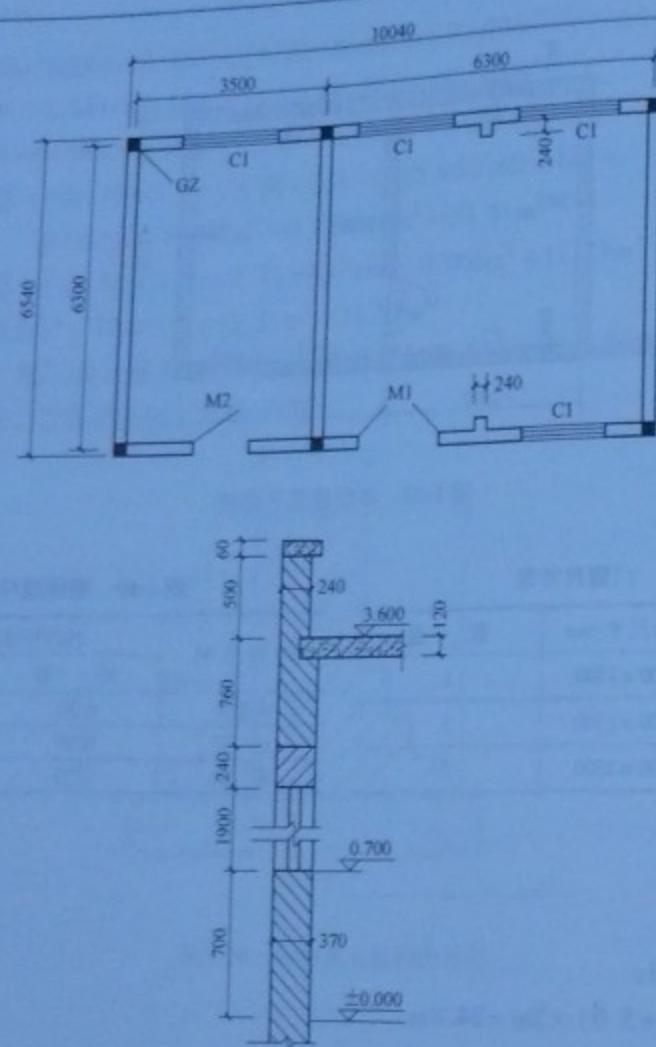

图 1-38 某单层建筑物示意图
**【例 1-38】** 某单层建筑物如图 1-38 所示，墙身为 M2.5 混合砂浆砌筑标准黏土砖，内外墙厚均为 370mm，混水砖墙。GZ，370mm × 370mm 从基础到板顶，女儿墙处 GZ，240mm × 240mm 到压顶顶面，梁高 500mm，门窗洞口全部采用砖平碹过梁 M1 为 1600mm × 2800mm；M2 为 1200mm × 2800mm；C1 为 1800mm × 1800mm，计算砖墙工程量。